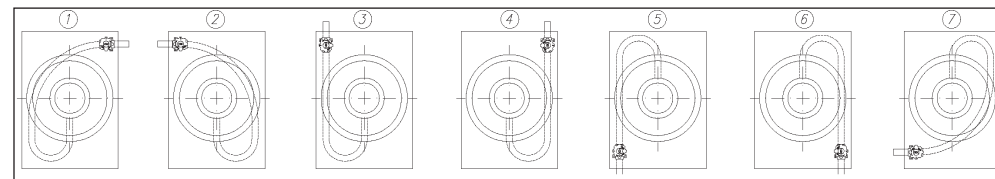

Fig.1. POSIBILIDADES DE ACOMETIDA
3. Posicionar el latiguillo (hacia arriba o hacia abajo) en función de la acometida elegida (según Fig.1), colocar el manómetro y colgar la devanadera en el armario. Asegurar que la devanadera queda bien anclada.